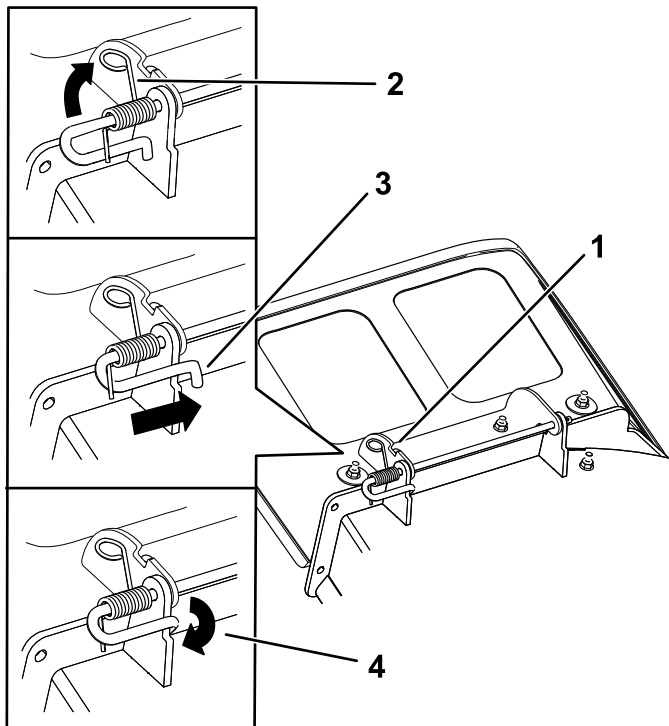

Figura 79
3. Posizionate il nuovo deflettore di scarico con le estremità della staffa tra le staffe saldate sul piatto come mostrato nella Figura 79.
5. Posizionate la molla sull'asta come mostrato nella Figura 79 in modo che l'estremità più corta della molla esca da sotto l'asta prima della curva e torni sopra l'asta al ritorno dalla curva.
6. Sollevate l'estremità ad anello della molla e inseritela nell'intaglio della staffa del deflettore (Figura 79)
7. Fissate il gruppo asta e molla torcendolo in modo tale che l'estremità corta dell'asta si trovi dietro la staffa del tosaerba saldata al piatto (Figura 79).